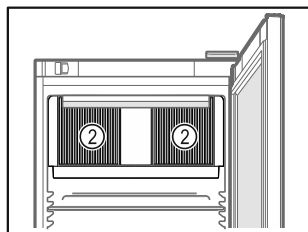

Fig. 59
- A belső térben lévő keringető ventilátor szellőzőnyílásait Fig. 59 (2) tartsa szabadon.